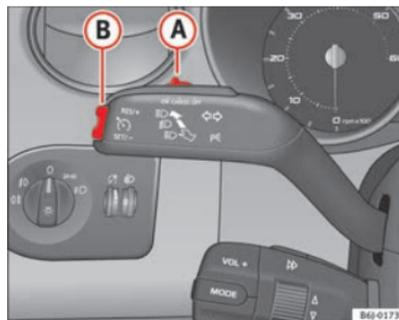

Fig. 112 Palanca de intermitentes y de luz de carretera: mando y tecla basculante para el regulador de velocidad
- Presione la parte superior de la tecla basculante **RES** ⇒ fig. 112 **B** para aumentar la velocidad. El vehículo acelerará mientras mantenga la tecla presionada. Al soltar la tecla quedará memorizada la nueva velocidad.
Si se reduce la velocidad programada pisando el pedal del freno, se desactiva el regulador de velocidad. Si quiere activar de nuevo el regulador, bastará con presionar una vez la parte superior de la tecla basculante **RES+** ⇒ fig. 112 **B**.